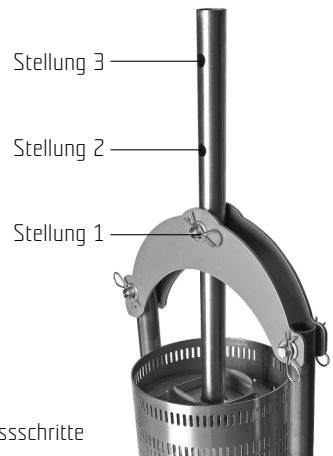

Abb. 2 – Stellungen der einzelnen Prozessschritte
Erster Schritt – das Pressrohr muss sich am Beginn der Pressung immer in der Stellung 1 befinden – s. Abb. 2.
Zweiter Schritt – erreicht der Korb seine Endlage, lassen Sie das Ventil des Hebers ab und senken Sie den Korb in die untere Stellung. Das Pressrohr (2) senken Sie in die Stellung 2 – s. Abb. 2. Das Heben des Korbs